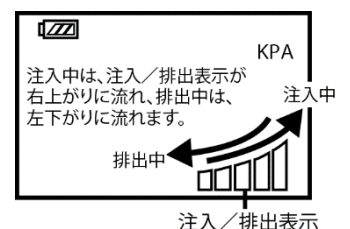

図3
- ⑤ 使用するタイヤ内の空気圧が20kPa（0.2kgf/cm²）以上有る場合、チャックを差し込むと同時に自動注入/排出を開始し、設定圧力に達すると自動停止し、ブザーが鳴ります。チャックをエアバルブから外すまで、ブザー音は鳴り続けます（図3参考）。
- ⑥ 自動注入/排出中に作業を止めたい場合は、『ON/OFF』ボタンを長押しし、本機の電源を切ってください。本機の電源が切れ、自動注入/排出が止まったのを確認後、チャックをエアバルブから取り外してください。
チャックをエアバルブから外すまで、ブザー音は鳴り続けます（図3、5参考）。